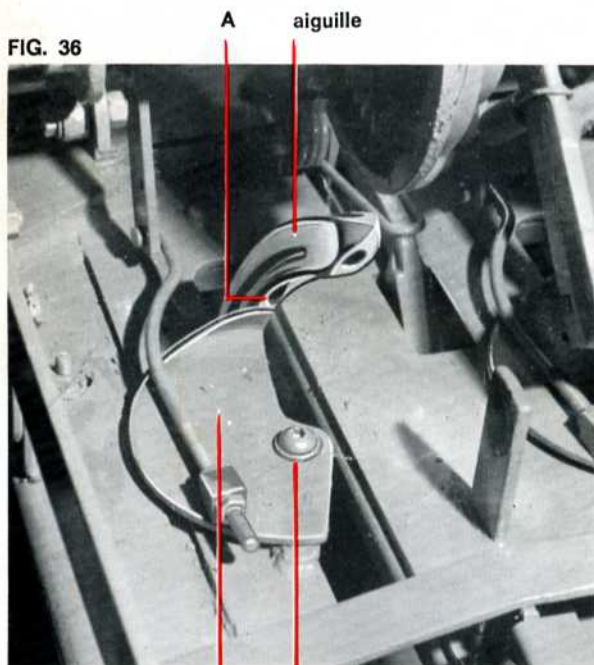

FIG. 36
- 1 - Déclenchez les noueurs et faites tourner jusqu'au point où le doigt à ficelle dépasse exactement le rayon intérieur de l'aiguille (Fig. 36). Le mécanisme étant en cette position, desserrez la vis B et avancez ou reculez le doigt à ficelle de façon qu'il y ait un espace libre de 0 mm 8 au point A entre l'extrémité du doigt à ficelle et l'aiguille.